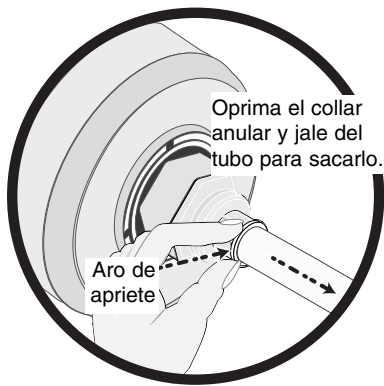

Figura 8
- NOTA:** Si necesita sacar la tubería de agua del accesorio, simplemente empuje el aro de apriete hacia adentro mientras tira y saca el tubo de polietileno del accesorio. Consulte la Figura 8.